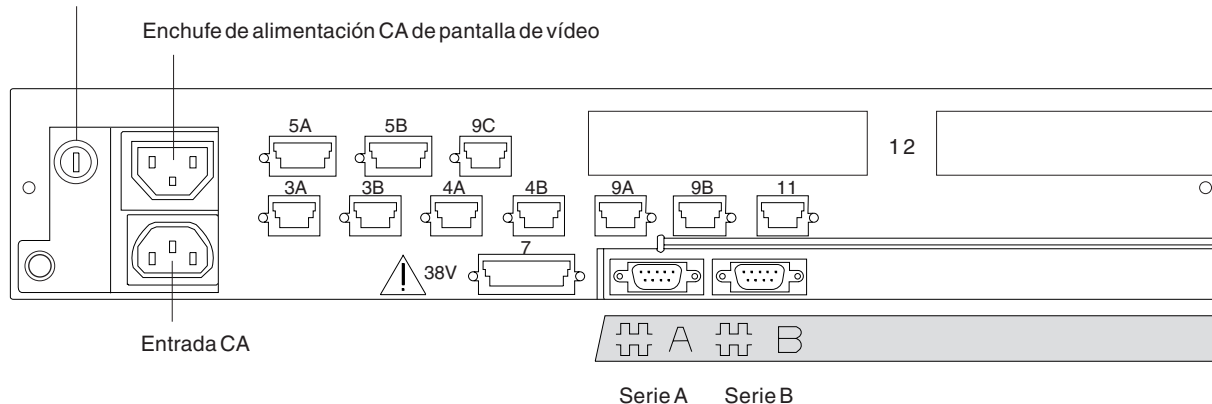

Figura 87. Parte posterior del Terminal de Punto de Venta IBM 4693-2x2
5. En la Figura 87 en la página 294 marque con una X los zócalos a los que se conectan los dispositivos POS.